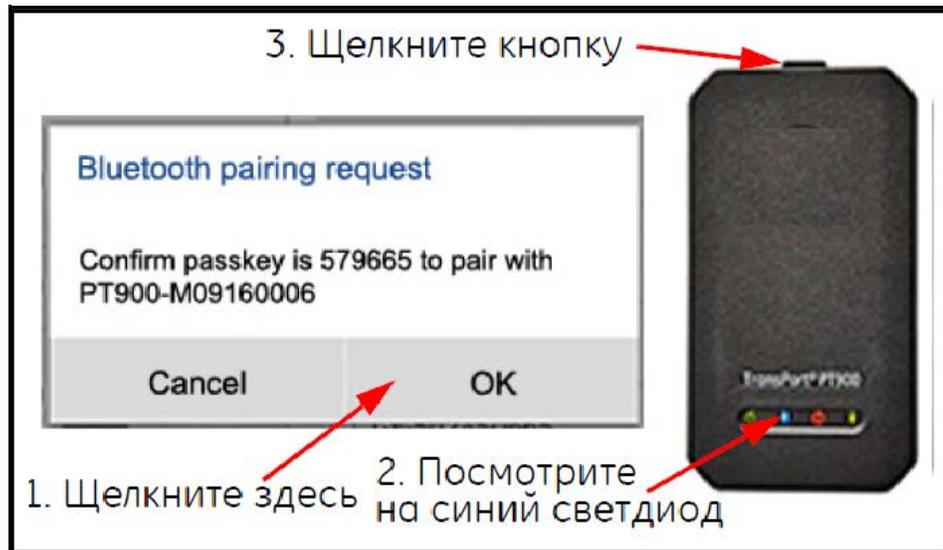

Рис. 66: Подтверждение подключения
- В процессе подключения функции безопасности PT900 требуют, чтобы пользователь подтвердил соединение (см. Рис.66 ниже). Когда на планшете появится Bluetooth pairing request (Запрос подключения по Bluetooth) (игнорируйте случайный общий ключ), для продолжения щелкните ОК. Затем убедитесь в том, что синий светодиод на передатчике мигает и щелкните кнопку электропитания передатчика.